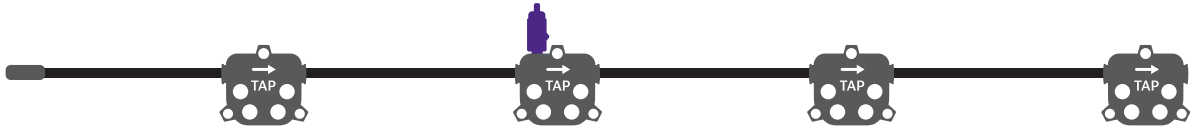

Figura 1 – Sonda I-Stop conectada al puerto KS
a. Conecte la sonda I-Stop al puerto KS en el equipo que se está probando (figura 1).
- a. Conecte la sonda I-Stop al puerto KS en el equipo que se está probando (figura 1).